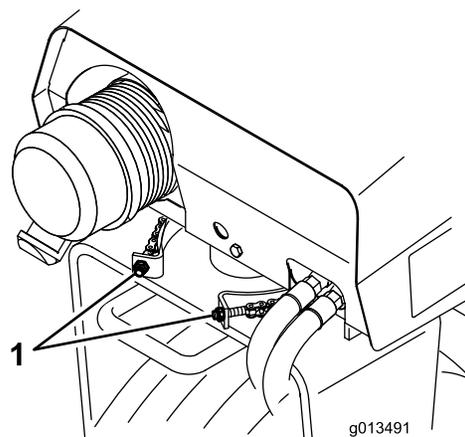

Figure 23
2. Réglez les contre-écrous jusqu'à ce que la chaîne soit bien ajustée sur les deux côtés du pignon (Figure 23).